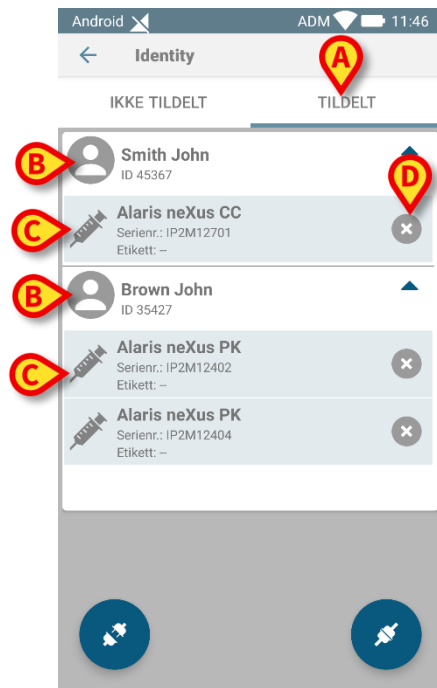

Fig. 168
- Velg fanen **Tildelt** (Fig. 168 **A**).
Følgende innhold vises (Fig. 168).
Hvite rader viser til pasienter (Fig. 168 **B**). Grå rader viser til enheter (Fig. 168 **C**). Alle enhetene som er tilordnet en pasient er oppført under pasientnavnet. Det er to måter å finne enheten som skal kobles fra. Første måte:
- Trykk på knappen  til høyre (Fig. 168 **D**).